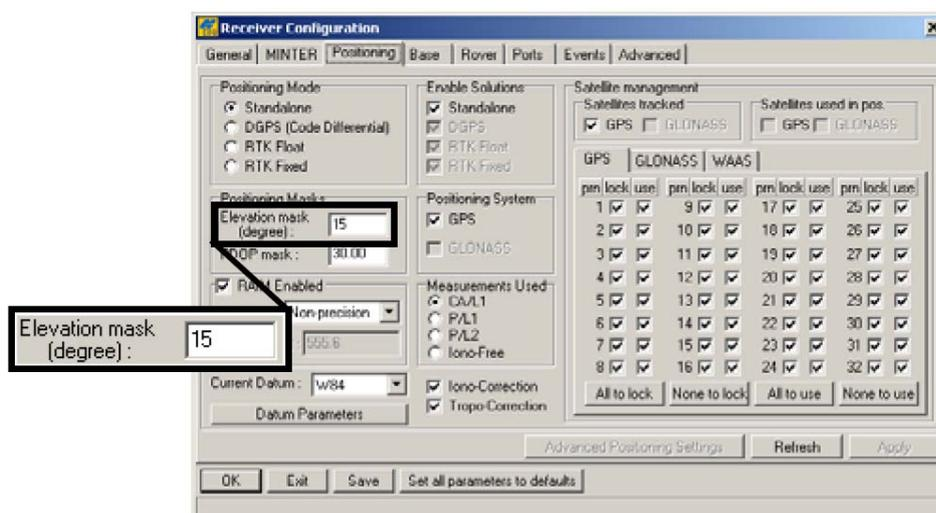

Рисунок 3-4. Установка минимального угла места
6. Выберите вкладку **Positioning (Местоопределение)** и установите значение поля *Elevation Mask (Минимальный угол места)* – 15 градусов (см. рисунок 3-4), после чего щелкните на кнопке *Apply (Применить)*.